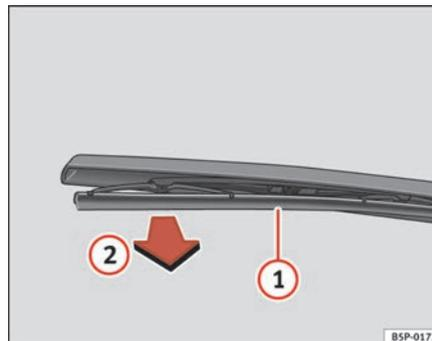

Abb. 171 Scheibenwischerblatt hinten auswechseln
⇒ Abb. 171.
- Hängen Sie das Wischerblatt (1) aus und ziehen Sie es heraus
(2) ⇒ Abb. 171.